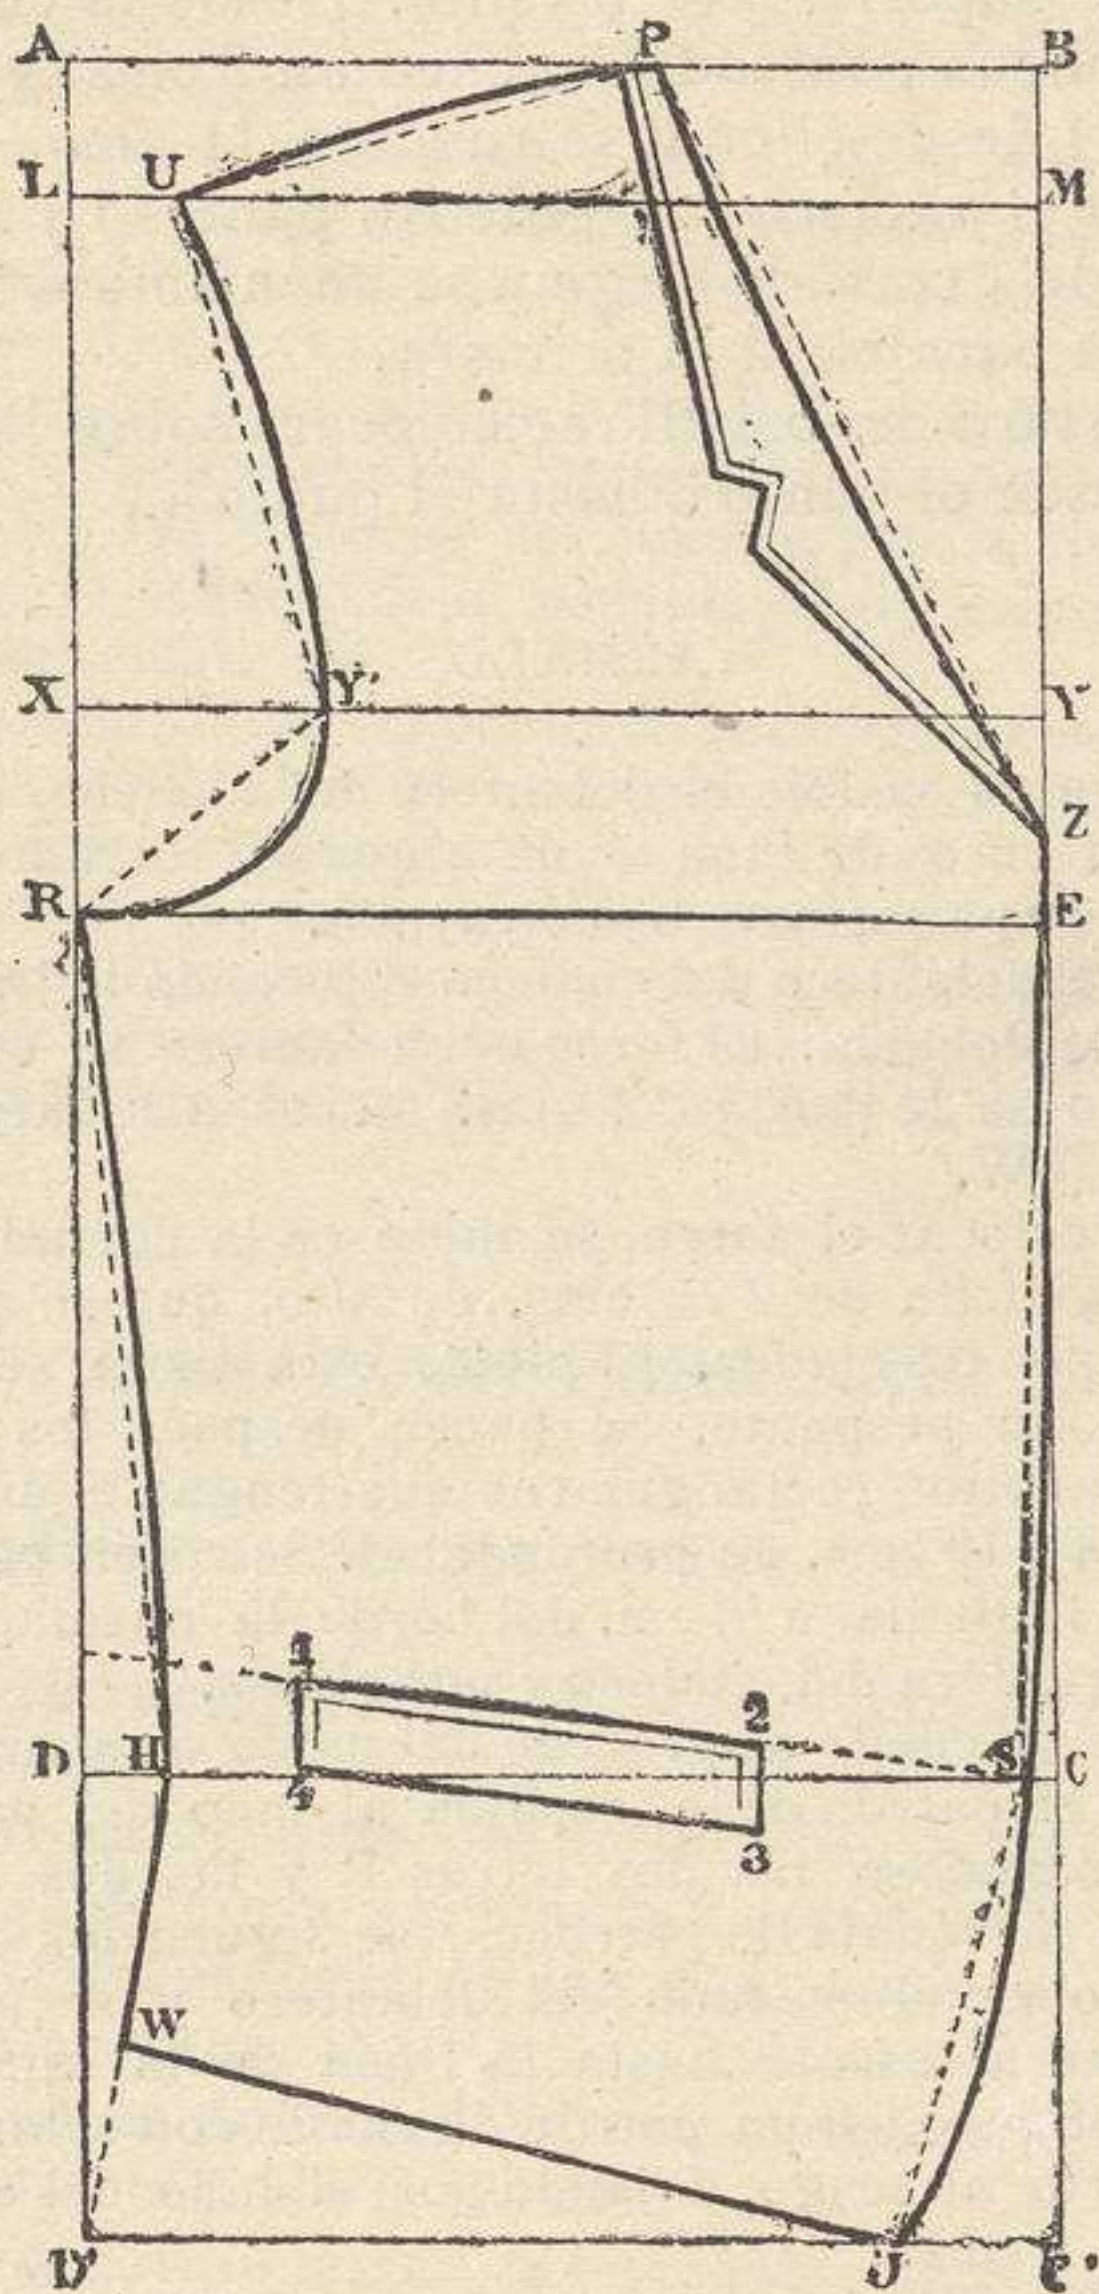

Fig. 77 ( $\frac{1}{5}$  del tamaño real).—Delantero del chaleco.
**Rectángulo ABC'D'.** — Se traza un rectángulo ABC'D' (fig. 77) que tenga de largo la longitud del rectángulo de la espalda más 4 cms., y de ancho la cuarta parte de la circunferencia del pecho más 3 centímetros.